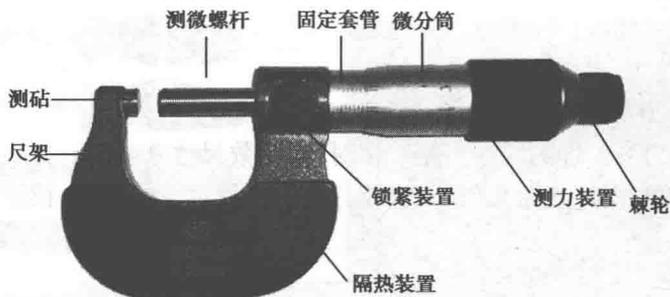

图 1-10 千分尺结构
(1) 外径千分尺:外径千分尺用来测量工件的外径、长度。按其测量范围分有 0~25mm、25~50mm、50~75mm、75~100mm、...、275~300mm 等规格。
① 外径千分尺使用:外径千分尺的结构如图 1-10 所示。测量前应检验两测量面贴合时,两个套筒上的刻度都在零线位置,否则应调整后再使用。转动微分筒,测微螺杆便沿着套筒轴向方向移动,两测量面接触工件,转动棘轮,超过一定压力时棘轮就滑动,发出吱吱响声,转动锁紧装置,可将螺杆固定在某一位置,锁定千分尺读数,这时可读出工件尺寸。